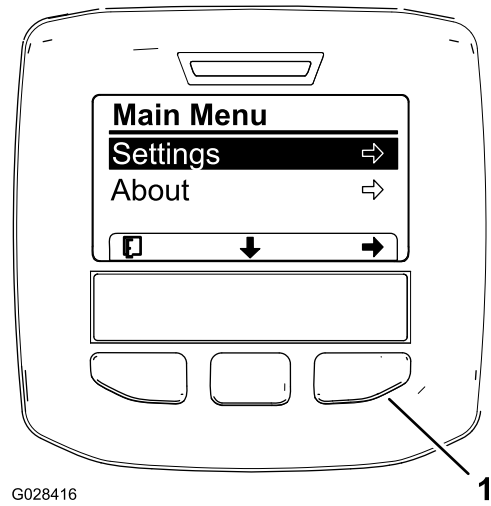

Figura 61
3. Carregue no botão de seleção central para aceder ao menu principal (Figura 61).
5. Pressionando o botão de seleção esquerdo guarda a sua seleção, sai do menu de definições e regressa ao menu principal (Figura 61).
- Pressionando o botão de seleção esquerdo, sai do menu de definições e regressa ao menu principal (Figura 61 e Figura 63).